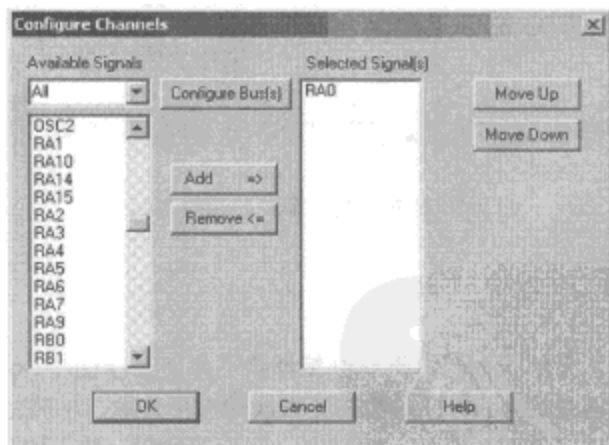

图 2-4 通道选择对话框
(4) 单击通道 (channel) 按钮，打开通道选择 (channel-selection) 对话框，如图 2-4 所示。